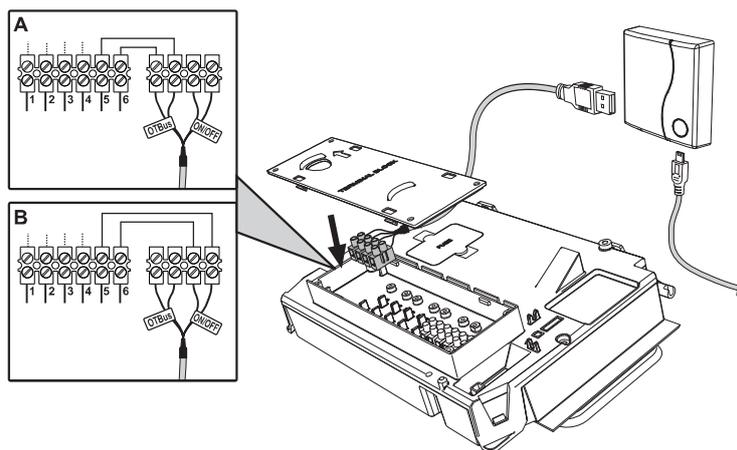

fig. 1
**Opzione OpenTherm (A fig. 1):** collegare i due terminali del ricevitore con etichetta **OTBus** alla caldaia che supporta il protocollo OpenTherm. In questo caso si hanno a disposizione maggiori informazioni sullo stato della caldaia (vedi "5.7.1 Operazioni base" a pag. 23).
**Opzione On-Off (B fig. 1):** collegare i due terminali del ricevitore con etichetta **ON/OFF** alle caldaie che non hanno il protocollo di comunicazione OpenTherm.